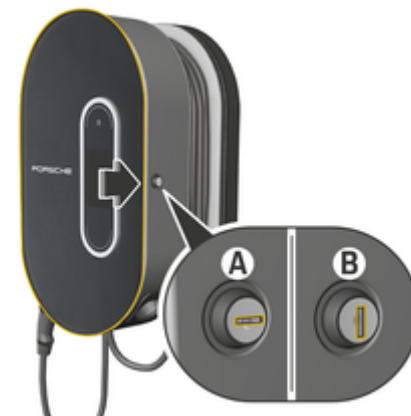

Fig. 62: Borne de recharge
- ▶ Tournez la serrure dans la position **A** (Fig. 62).
- ▶ Tournez la serrure dans la position **B** (Fig. 62).